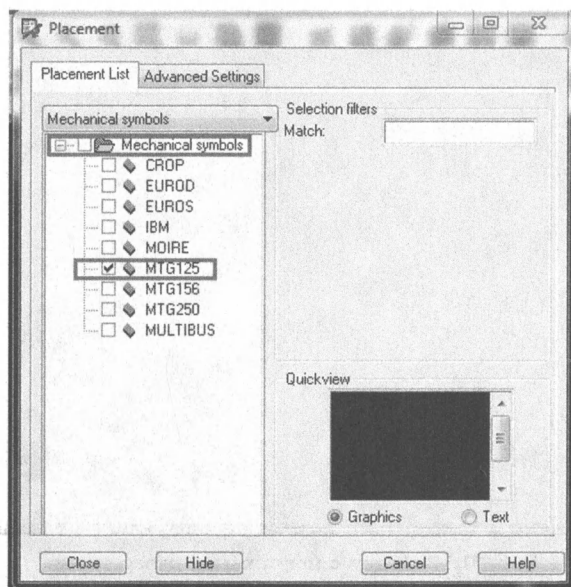

Рис. 21.16. Выбор монтажного отверстия
7. Выберите нужный механический символ. Для нашего проекта механический символ MTG125 (рис. 21.16).